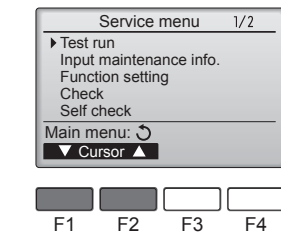

Fig. 6-3
③ [F1] veya [F2] düğmesi ile "Test run" (Çalışma testi) ögesini seçin ve ✓ düğmesine basın. (Fig. 6-3)